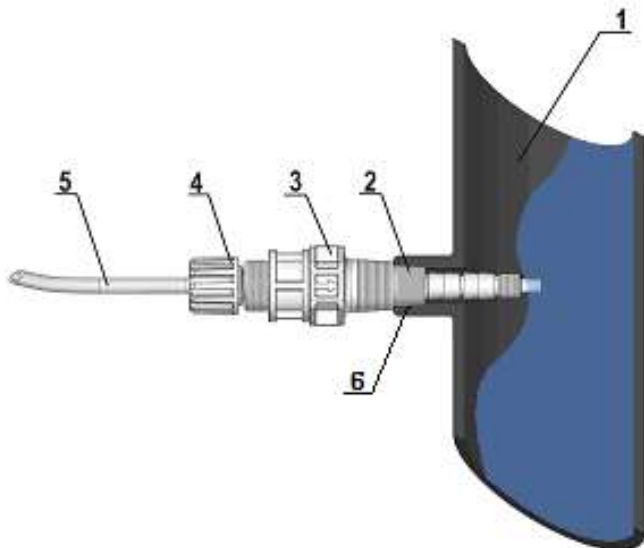

Рис. 9
- Вкрутите клапан впрыска в тройник ПВХ или трубу ПВХ или в зажимное седло (Рис. 9), используя для герметизации PTFE ленту (фум ленту), как показано на Рис. 9. Вставьте напорный шланг сброса реагента из полиэтилена, как показано на Рис. 9.